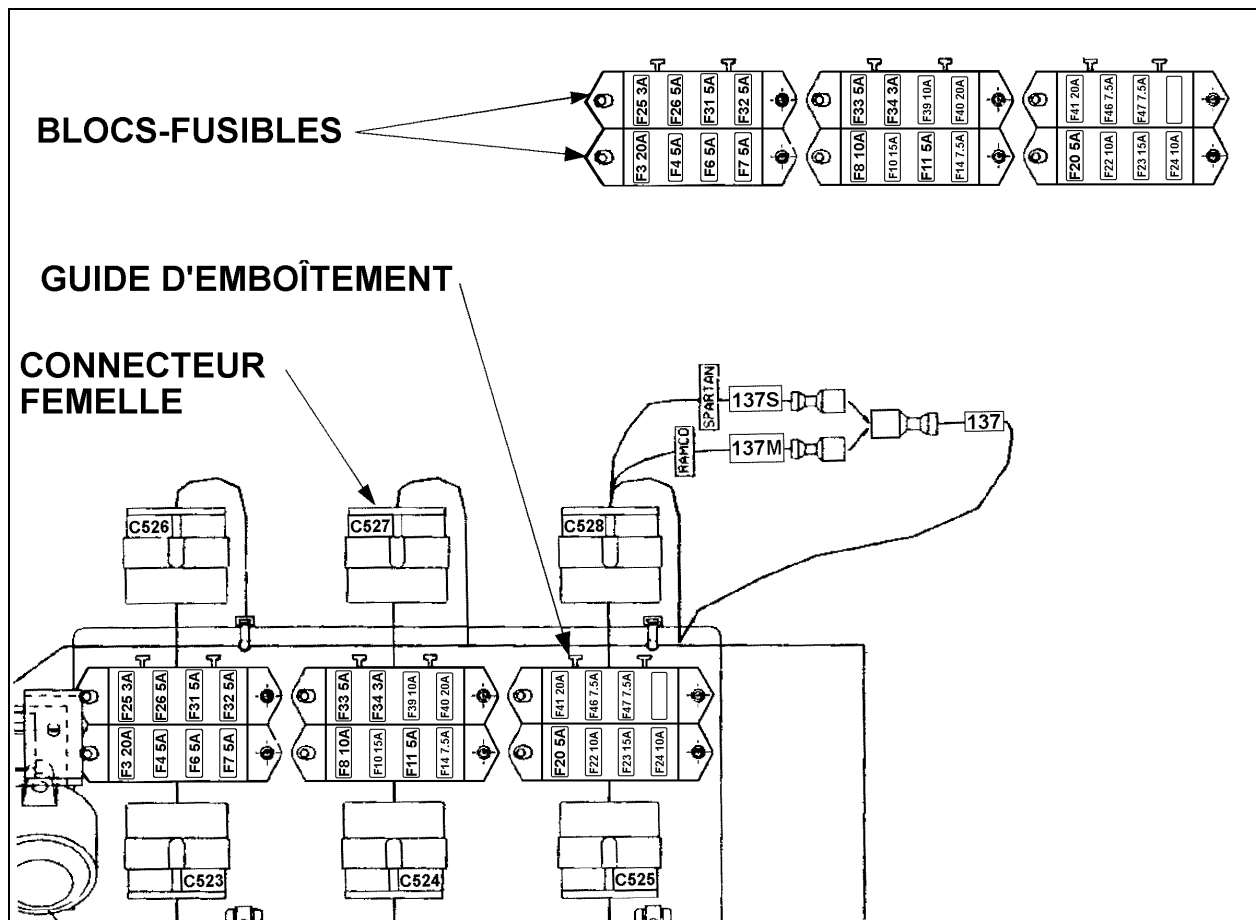

FIGURE 1: COMPARTIMENT DE SERVICE AVANT (H3-41 ET H3-45)
2. Dévisser le bloc-fusibles et le repositionner vers le haut conformément au schéma (voir fig. 1 et 4).
3. Fixer le bloc-fusibles et **relocaliser les fusibles au bon endroit conformément au schéma** (fig. 1 et 4).